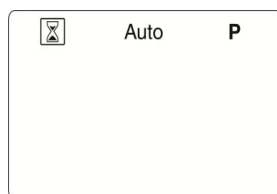

Fig. 9
- 1) appuyer, sur le contrôle à distance, sur la touche (▶), jusqu' à ce que le symbole  du fonctionnement manuel soit entouré, comme sur la Fig.9;